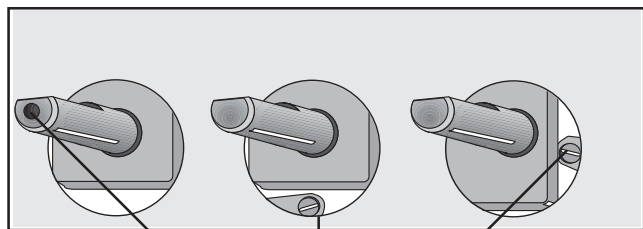

Fig. 8
4. Girar el tornillo de regulación (véase Fig. 8).